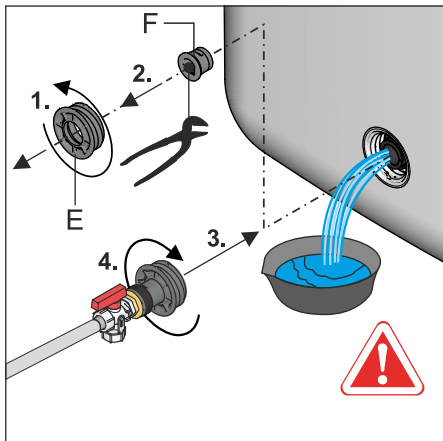

Fig. 29-4 Visser le raccord de remplissage KFE dans le raccord de remplissage et de vidange
- 3 Dévisser la pièce filetée sur le raccord de remplissage et de vidange (Fig. 29-4, pos. E), puis retirer le bouchon de fermeture (Fig. 29-4, pos. F) et **revisser immédiatement** la douille taraudée prémontée accompagnée du **raccord de remplissage KFE** dans le raccord de remplissage et de vidange (Fig. 29-4).